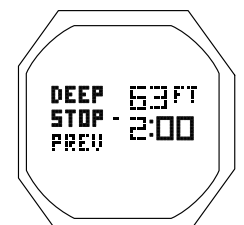

Fig. 75 - PRÉVISUALISATION DE PALIER PROFOND
**PRÉVISUALISATION DE PALIER PROFOND** : paramètres affichés (Fig. 75)